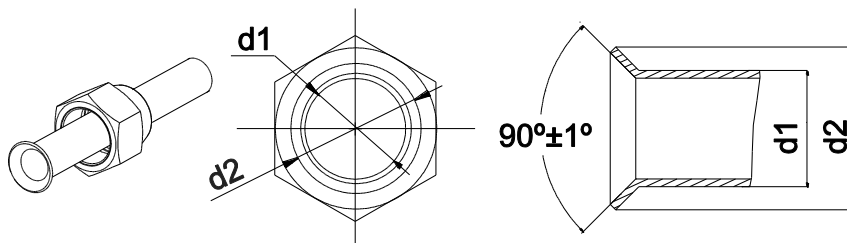

Abb. 9
4. Prüfen Sie den aufgeweiteten Bereich auf Gleichförmigkeit und Risse (siehe Abb. 9).